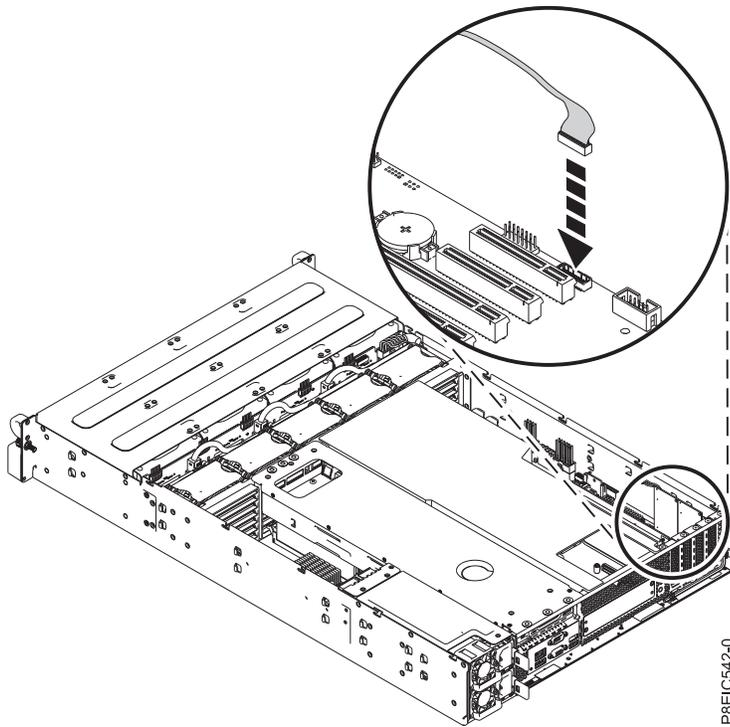

Figura 112. Conexión del cable de USB frontal
8. Sustituya el cable de señal del USB frontal en la placa posterior del sistema, tal como se muestra en Figura 112.